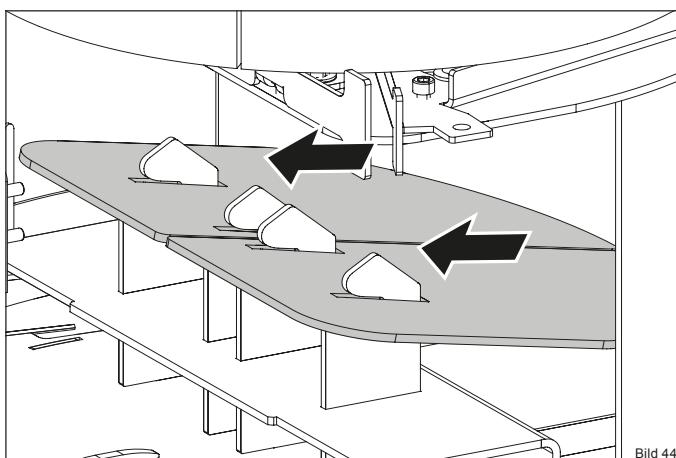

Bild 44
- Schieben Sie die Umlenkbleche nach oben, um sie aus der Halterung zu lösen (Bild 44).